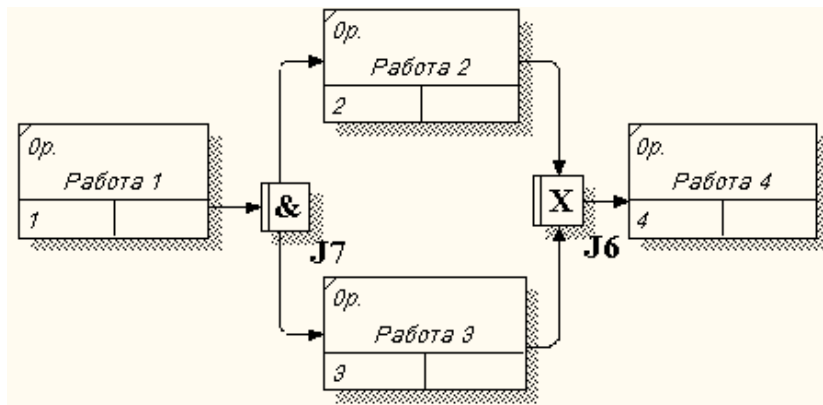

Рис. 6.9. Неверное размещение перекрестков. Перекресток для слияния типа исключающего «ИЛИ» не может следовать за перекрестком для разветвления типа «И»
3. Перекресток для слияния типа исключающего «ИЛИ» не может следовать за перекрестком для разветвления типа «И» (рис. 6.9.). Здесь после завершения работы 1 запускаются обе работы - 2 и 3, а для запуска работы 4 требуется, чтобы завершилась одна и только одна работа - или 2, или 3.